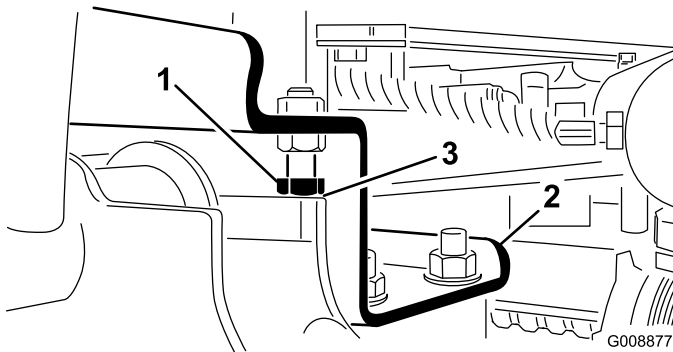

Bild 12
A. Drehen Sie die Anschlagsschrauben heraus (Bild 12).
- 2. Prüfen Sie, ob der Abstand zwischen jedem Hubarm und der Anschlagsschraube zwischen 0,13 und 1,02 mm liegt (Bild 12). Justieren Sie die Anschlagsschrauben, bis sich der richtige Abstand ergibt, wenn der Abstand davon abweicht.